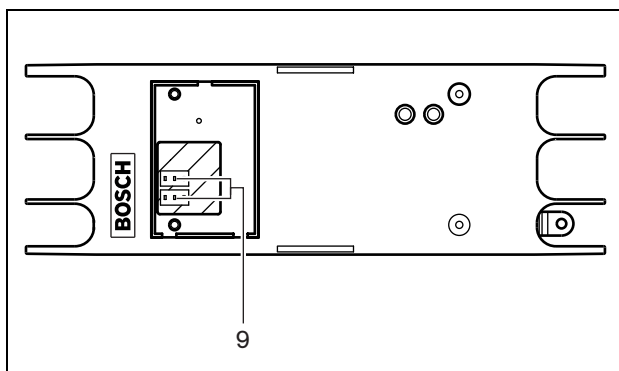
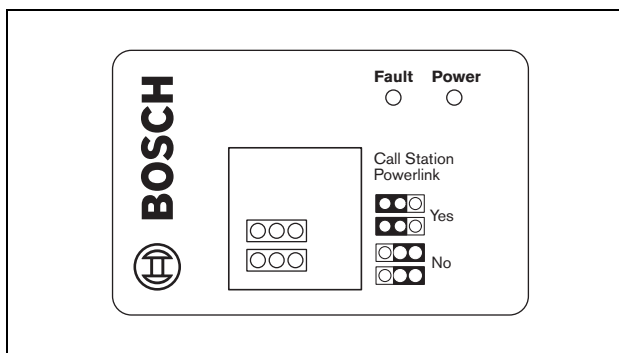

Abb. 22.3: Inneres der Sprechstellenschnittstelle
Abb. 22.4: Jumper-Kennzeichnung
Das Innere der Sprechstellenschnittstelle (siehe Abb. 22.3 und Abb. 22.4) umfasst:
Die Sprechstellenschnittstelle wird vom Praesideo-Netzwerk mit Gleichstrom versorgt und speist damit sich selbst und die angeschlossene Fernsprechstelle. Wenn die Spannung des Praesideo-Netzwerks unter 18 V (DC) abfällt, beziehen die Sprechstellenschnittstelle und die Fernsprechstelle den Gleichstrom von der externen Stromversorgung der Sprechstellenschnittstelle. Die Jumper-Einstellungen sind in Abb. 22.4 und Tabelle 22.1 beschrieben.
Die Sprechstellenschnittstelle wird vom Praesideo-Netzwerk mit Gleichstrom versorgt und speist damit sich selbst und die angeschlossene Fernsprechstelle. Wenn die Spannung des Praesideo-Netzwerks unter 18 V (DC) abfällt, beziehen die Sprechstellenschnittstelle und die Fernsprechstelle den Gleichstrom von der externen Stromversorgung der Fernsprechstelle. Die externe Stromversorgung der Fernsprechstelle ist die Notstromversorgung für sowohl die Fernsprechstelle als auch die Sprechstellenschnittstelle. Die Jumper-Einstellungen sind in Abb. 22.4 und Tabelle 22.1 beschrieben.
Praesideo-Netzwerks unter 18 V (DC) abfällt, bezieht die Fernsprechstellenschnittstelle den Gleichstrom von ihrer externen Stromversorgung. Bei diesem Konzept hat die Fernsprechstelle stets ihre eigene externe Stromversorgung. Die Jumper-Einstellungen sind in Abb. 22.4 und Tabelle 22.1 beschrieben.